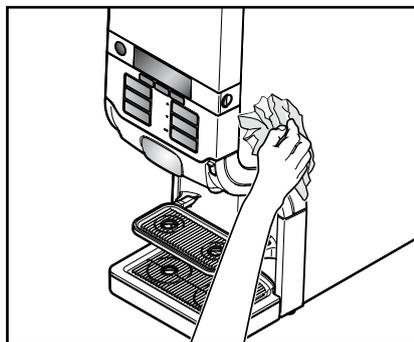

Fig. 50
6. Limpe a parte exterior da máquina com um pano limpo e húmido. (Fig. 50)